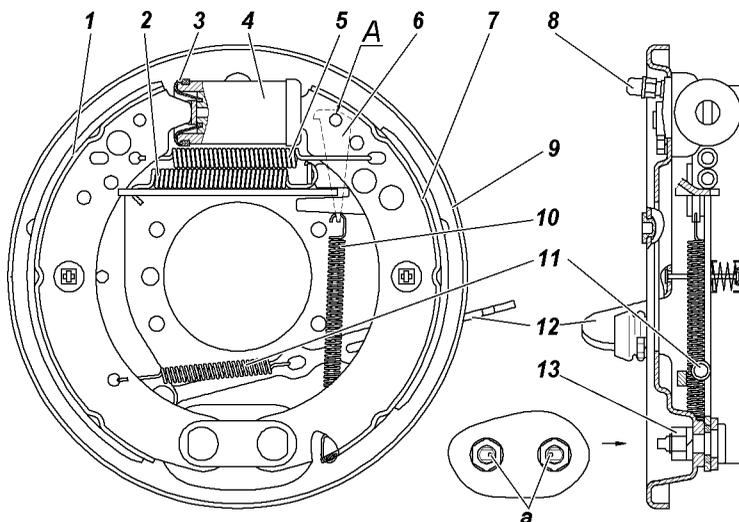
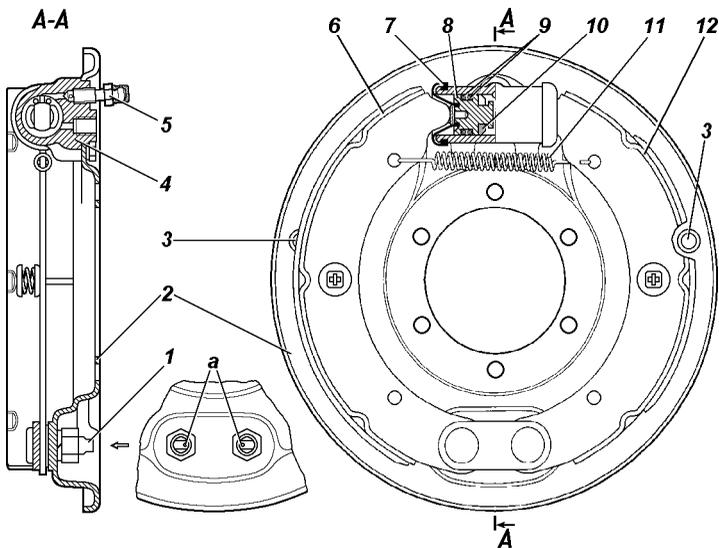

Рис. 9.31. Тормоз заднего колеса под колесный стояночный тормоз (Вариантное исп. 1):
Рис. 9.32. Тормоз заднего колеса (Вариантное исп. 2):
**Барабанные тормозные механизмы задних колес** (рис. 9.31, рис. 9.32 в зависимости от комплектации). Периодически снимайте тормозные барабаны и очищайте детали тормозов от пыли и грязи. Периодичность этой операции зависит от условий эксплуатации автомобиля. В летнее время и при езде по грязным дорогам чистка должна проводиться чаще, зимой - реже.
При замене изношенных колодок или накладок поршни вместе с упорными кольцами необходимо сдвинуть вглубь цилиндра для свободного надевания барабана на колодки. Для тормозов (Вариантное исп. 1) при замене колодок или накладок, кроме этого необходимо поднять вверх регулировочный клин 6 (рис. 9.31). Для удобства сборки предварительно зафиксировать клин на колодке, для чего совместить отверстие в верхней части клина с отверстием А (рис. 9.31) в ребре колодки и вставить в эти отверстия стержень диаметром 6...8 мм. По